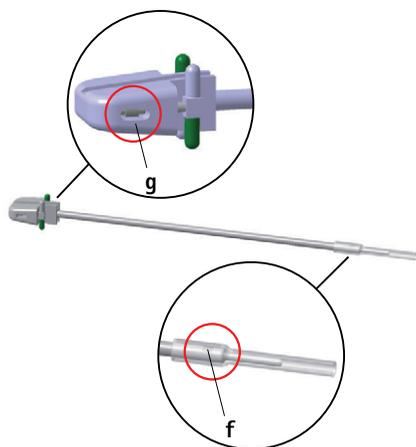

Fig. 4
- ▶ Colocar el bloqueo de seguridad en la posición g media, ver Fig. 4.